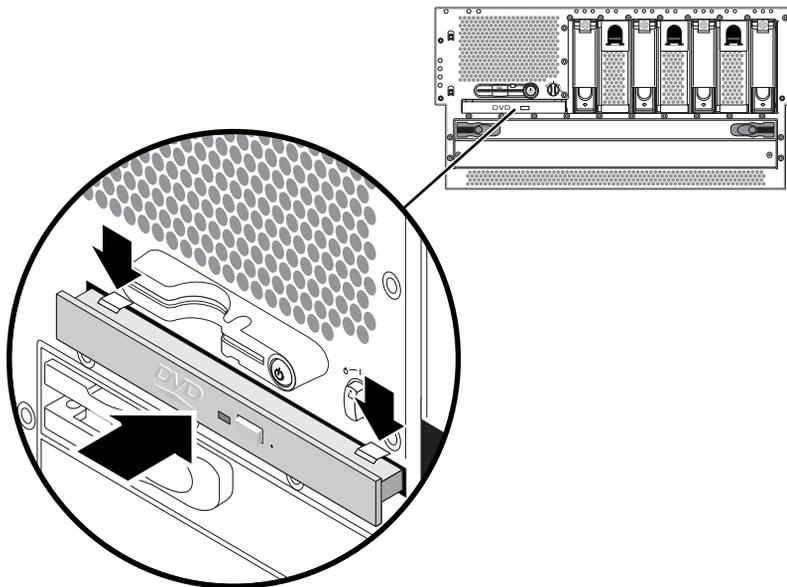

ABBILDUNG A-2 Einbauen des DVD-Laufwerks
5. Schieben Sie das DVD-Laufwerk in das System ein, bis die zwei Sperrklinken an den Seiten des DVD-Laufwerks einrasten (**ABBILDUNG A-2**).